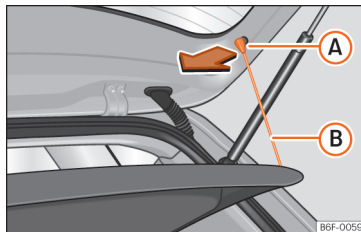

Рис. 145 Багажний відсік: знімання й установлення полиці.
- Відчепіть шнурки >>> **рис. 145** (B) у точках (A).
- Зачепіть шнурки >>> **рис. 145** (B) за кришку багажника.